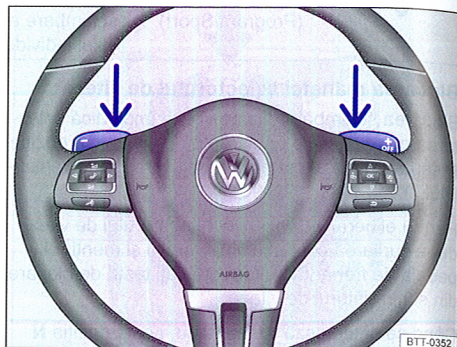

Fig. 146 Volanul cu 2 padelele de schimbare a treptelor de viteze pentru Tiptronic.
- Acționați padelele de schimbare a treptelor de viteze de pe volan în programul de conducere **D**, **S** sau în culoarul Tiptronic ⇒ fig. 146.